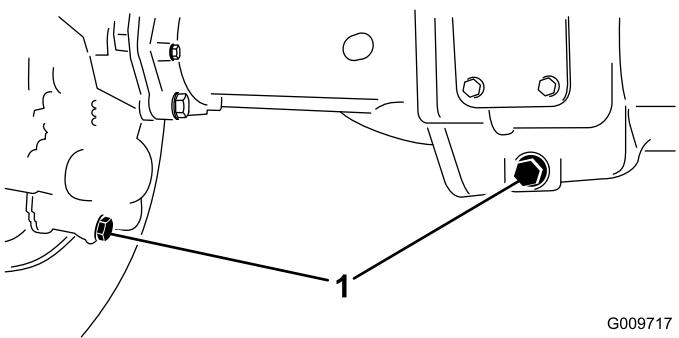

Bild 57
- Reinigen Sie den Bereich um die drei Ablassschrauben, d. h. jeweils eine an jedem Ende und eine in der Mitte (Bild 57).